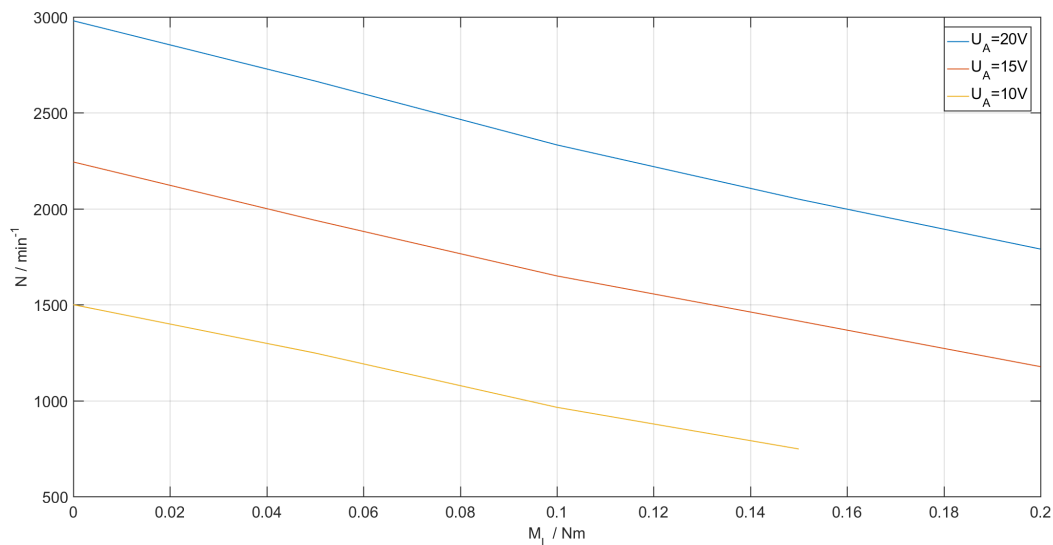

Abbildung 5.1: Drehzahl-Drehmomentkennlinie
a) In der Abb.5.1 werden die Drehzahlen des BLDCs, bei den Ankerspannungen von $U_A = 20V$, $U_A = 15V$ und $U_A = 10V$, in Abhängigkeit des zu belastenden Drehmoments gezeigt.
b) In Abb. 5.1 erkennt man, dass bei einer Ankerspannung von $10V$ ein Drehmoment von $0.2Nm$ nicht mehr erreicht werden kann. Dies rührt daher, dass der BLDC den DC-Motor antreibt und dieser somit generatorisch wirkt und eine Spannung erzeugt, welche wieder den Strom treibt. Durch den Laststrom-Regler wird nur der Widerstand der Gleichstrommaschine verändert. Bei $10V$ hat der BLDC eine bestimmte Drehzal, somit kann nur eine bestimmte Spannung am Generator erzeugt werden. Wenn der Widerstant minimal ist, dann fließt eben der maximal möglich Strom. Wenn die Drehzal absinkt ab auf $700 \frac{N}{min}$, kann trotz minimalem Widerstand nur ein Strom von ca. $3A$ fließen.